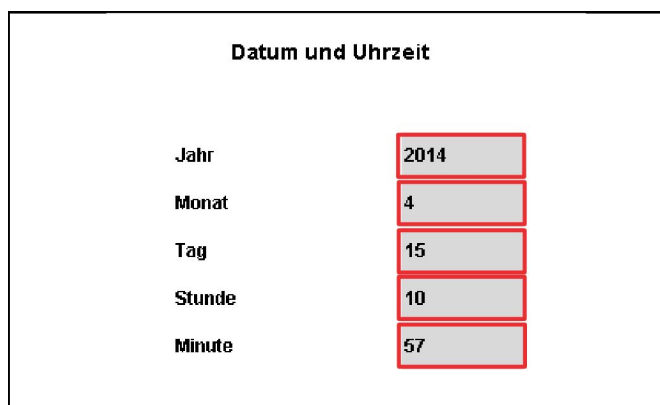

Abb. 25: Datum und Uhrzeit einstellen
2. ▶ Das Eingabefeld „Jahr“ ( Abb. 25 ) markieren und das Kalenderjahr eingeben.
3. ▶ Den vorherigen Bedienschritt für „Monat“, „Tag“, „Stunde“ und „Minute“ ( Abb. 25 ) wiederholen.